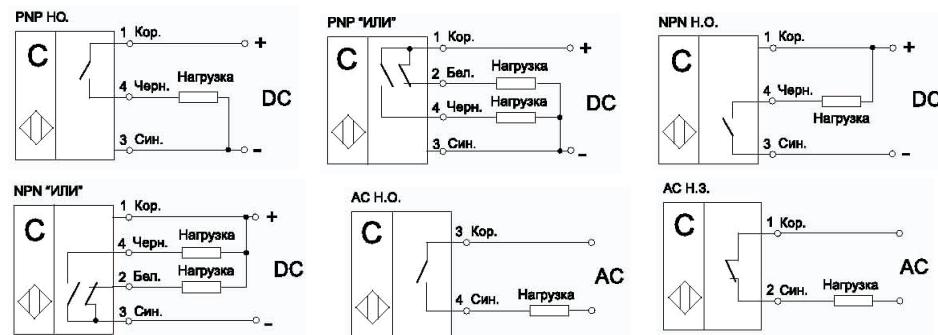

Рисунок 2 - Схемы подключения (цифрами обозначены номера контактов клеммника)
3.3 Схемы подключения показаны на Рис.2. Схемы подключения приведены в маркировке выключателя.